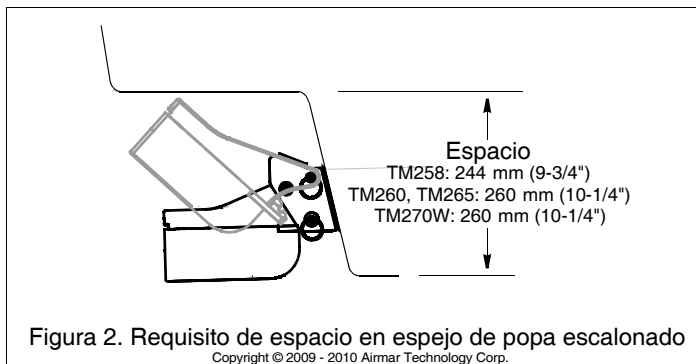

Figura 2. Requisito de espacio en espejo de popa escalonado
- **Espejo de popa escalonado**—Montar el transductor en el escalón más bajo, siempre que haya altura suficiente para que el soporte pivote (figura 2).